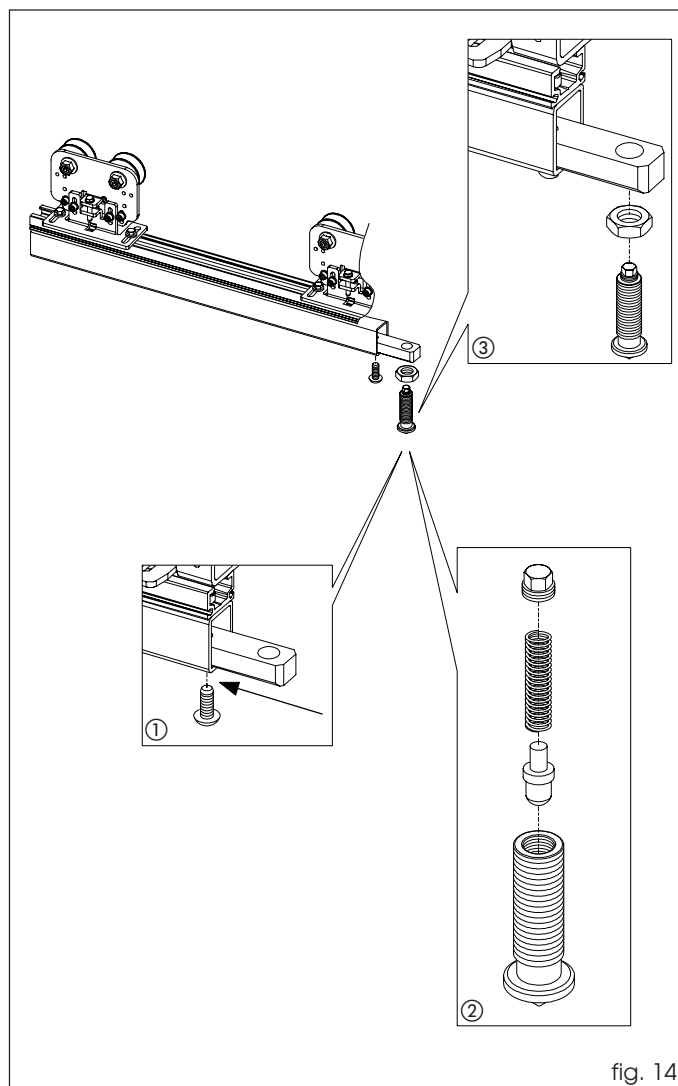

fig. 14
Montare la staffa supporto sblocco antipanico sull'asta e fissarla utilizzando la vite in dotazione (fig. 14 rif. ①).
Assemblare il gruppo di sblocco (fig. 14 rif. ②).
Montare il gruppo di sblocco sulla staffa di supporto, utilizzando il dado in dotazione come indicato in fig. 14 rif. ③.